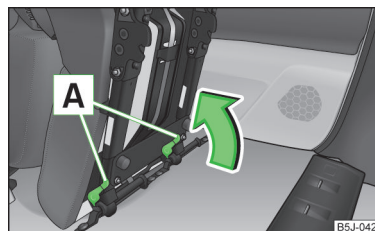

Abb. 58
- › Den Sitz am Ende der Führung durch Drücken der Sitzverriegelungen **A** » Abb. 58 in Pfeilrichtung verriegeln.
- › Ist der Sitz ausgebaut, dann ist dieser zuerst auf die Führung zu setzen und zu verriegeln » Abb. 58 auf Seite 71. Durch Hochziehen sicherstellen, dass der Sitz richtig verriegelt ist.